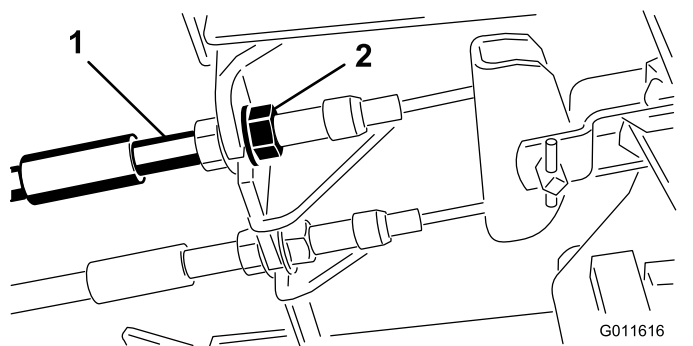

图 98
1. 要缩短刹车踏板的自由行程可以通过松开刹车拉线螺纹端的前螺母紧固刹车图 98。